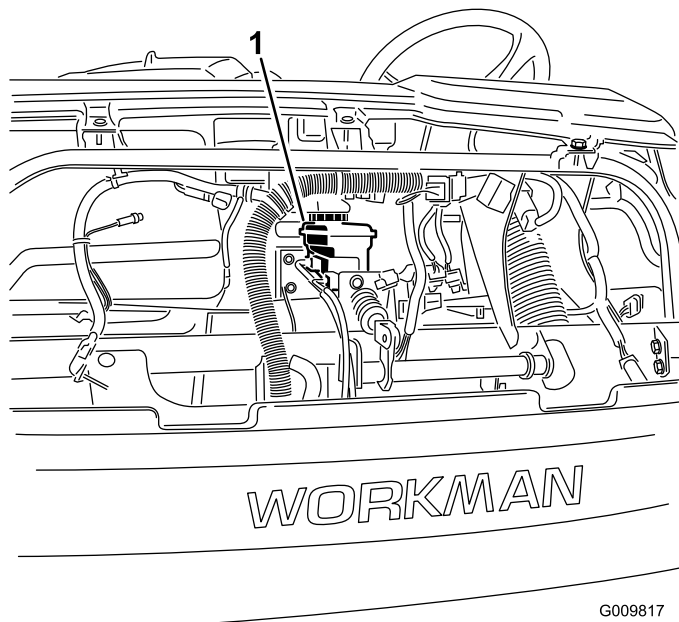

Figura 20
**Nota:** Puede retirar el capó para tener acceso al depósito desde delante de la máquina (Figura 20).